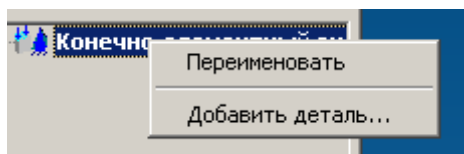

Рис. 4.3.2. Добавление детали в дерево сборки.
2) выбрать в дереве модели конечно-элементный анализ сборки, нажать правую клавишу мыши и выбрать в контекстном меню соответствующую команду (рис. 4.3.2).